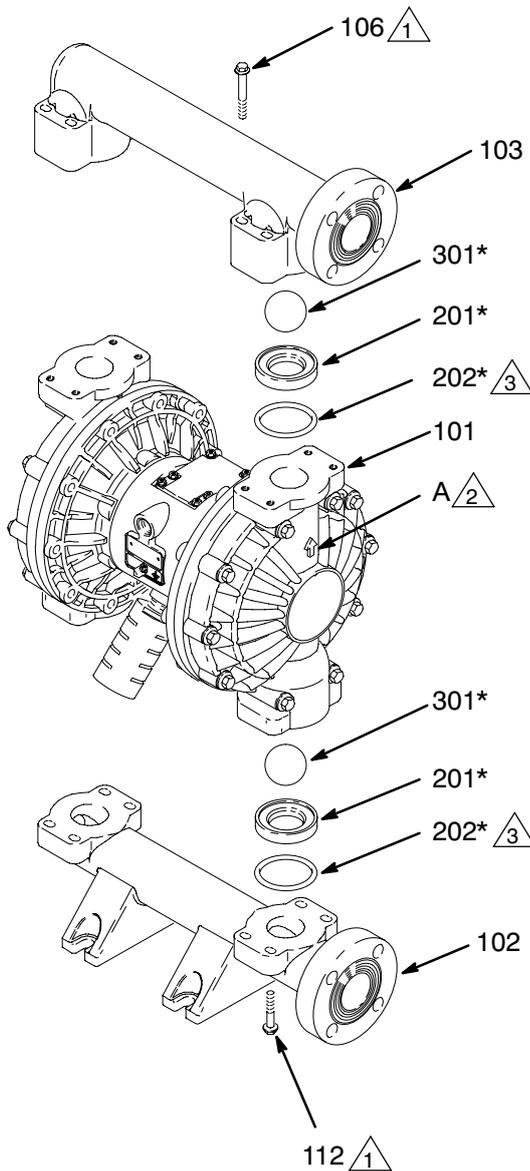

Рис. 11
3. С помощью торцевого ключа на 10 мм извлеките восемь болтов (106), крепящих выпускной коллектор (103) к крышкам секции жидкости (101). См. рис. 11.
4. Извлеките из коллектора седла (201), шарики (301) и уплотнительные кольца (202).
2. Выполните сборку в обратной последовательности, соблюдая все примечания на рис. 11. Убедитесь в том, что шаровые обратные клапаны собраны **в точности**, как показано на рисунках. Стрелки (A) на крышках (101) секции жидкости **должны** указывать на выпускной коллектор (103).